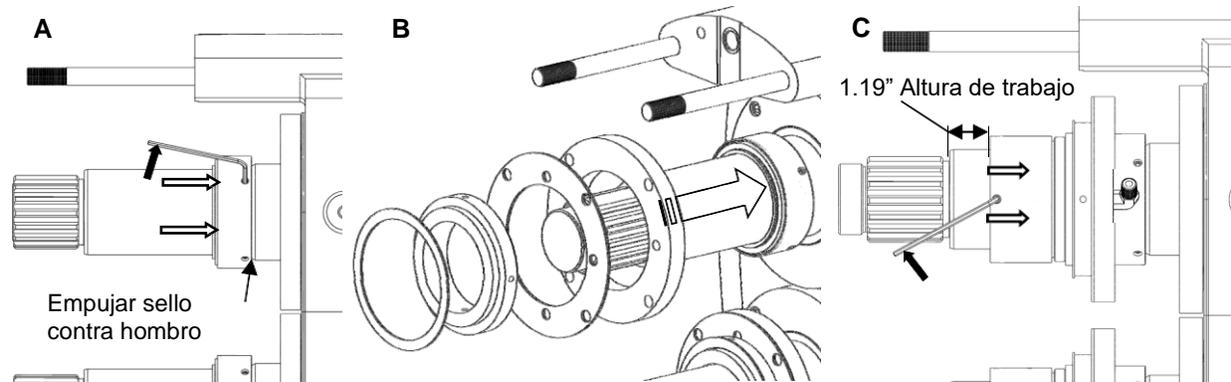

Figura 41: Ensamblaje de sello mecánico doble ZP1 320
*Ensamblaje:* Limpie ambos extremos del eje y el cuerpo antes de ensamblar. Deslice los sellos giratorios traseros sobre los ejes con la cara del sello hacia las lengüetas hasta que se asiente contra el hombro del eje. Con el sello empujado contra el hombro, fíjelo en su lugar apretando los tornillos de fijación (Figura 41, A). En este orden, deslice los prensaestopas, las juntas exteriores, los sellos estacionarios y las juntas interiores sobre los ejes (Figura 41, B). Deslice el sello giratorio delantero sobre el eje con la cara del sello hacia el sello estacionario y fíjelo en su lugar a la altura de trabajo deseada (1.19") apretando los tornillos de fijación (Figura 41,C). Asegúrese de que todas las caras del sello estén limpias. Vea Ensamblaje de la bomba en la página 31 para continuar.